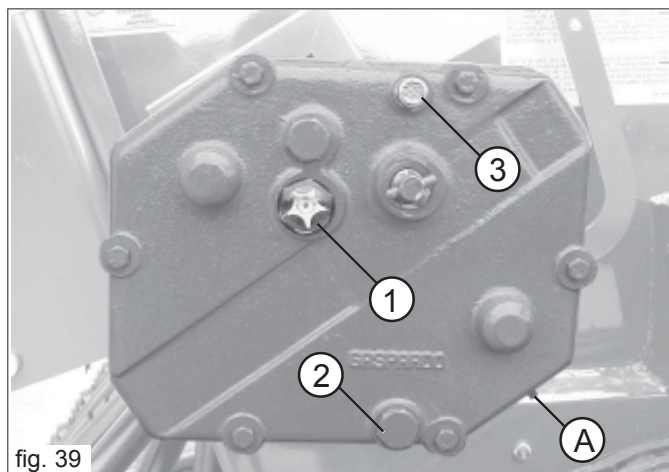

fig. 39
- Contrôler le niveau d'huile dans la boîte de vitesse, et remplir le cas échéant jusqu'au niveau prévu (1 Fig. 39). Pour cette opération, nous conseillons d'utiliser le même type d'huile (SAE 80W/90).
- bouchon vidange huile, 2 Fig. 39;
- bouchon remplissage huile, 3 Fig. 39.